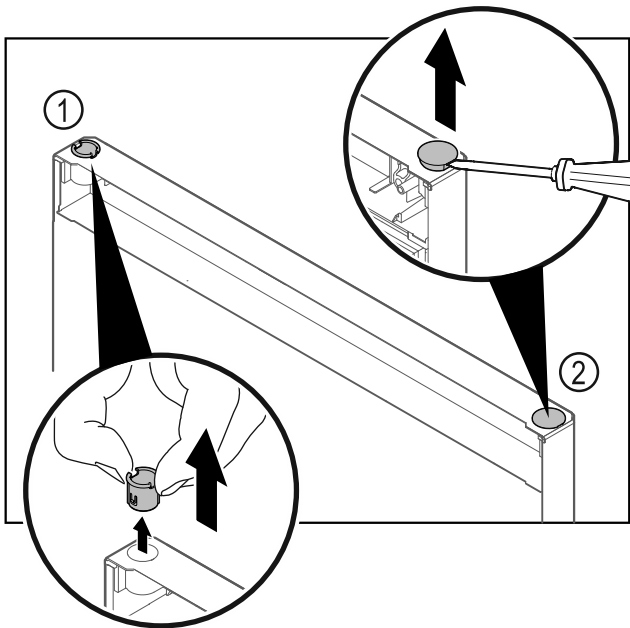

Fig. 35 Dvířka mrazničky
- ▶ Pouzdro závěsu Fig. 35 (1) vytáhněte prsty.
- ▶ Krycí zátku Fig. 35 (2) opatrně nadzvedněte plochým šroubovákem a vytáhněte.